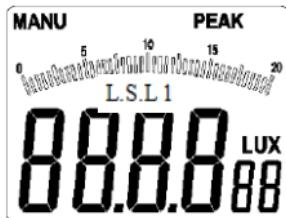

图 3-1-2B
3. 长按“REL/PEAK”键1秒，进入峰值测量模式，LCD右上方显示“PEAK”字样，同时LCD左上方显示“MENU”字样（如图3-1-2B所示）；